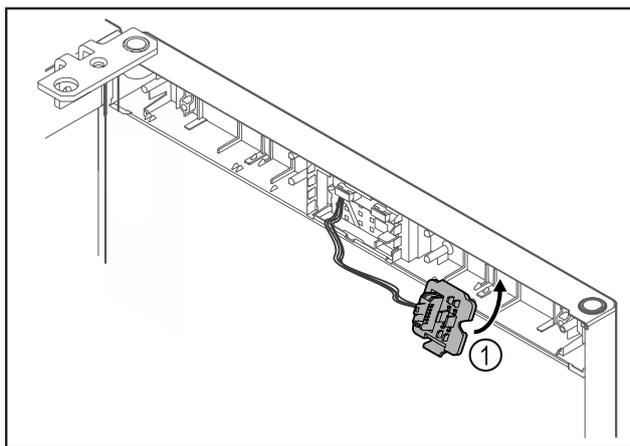

Fig. 21
- ▶ Zaistite držiak zástrčky Fig. 21 (1) na opačnej strane.